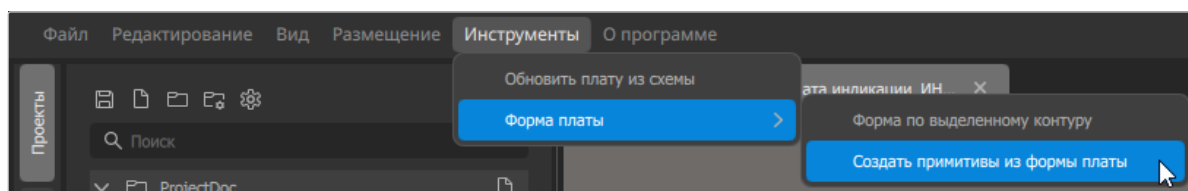

Рисунок 132. Команда меню «Создать примитивы из формы платы»
- 2) Вызвать инструмент из адаптивного меню *Инструменты* → *Форма платы* → *Создать примитивы из формы платы* (см. рисунок 132).